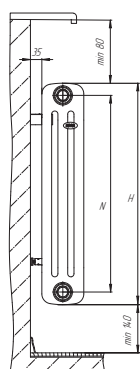
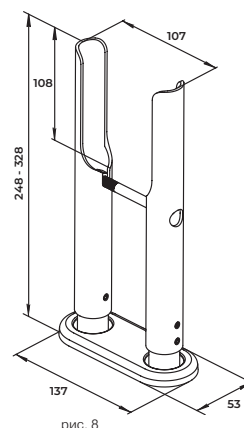

рис. 1
рис. 8
2.7 Для оптимальной теплоотдачи радиатора кронштейны должны обеспечивать положение прибора согласно рис. 1. Для крепления радиатора к полу, в местах где настенные кронштейны установить невозможно, используют напольные кронштейны рис. 8. Напольные кронштейны серийно производятся для 3-х колончатых радиаторов. Напольные кронштейны в комплектацию не входят и приобретаются отдельно.
6.1 При монтаже радиатора TUBOG необходимо выдерживать минимальные расстояния в соответствии с рис. 1. Схемы подключения радиаторов с боковым подключением приведены на рис. 2-5. Оптимальными схемами подключения являются рис. 4-5.